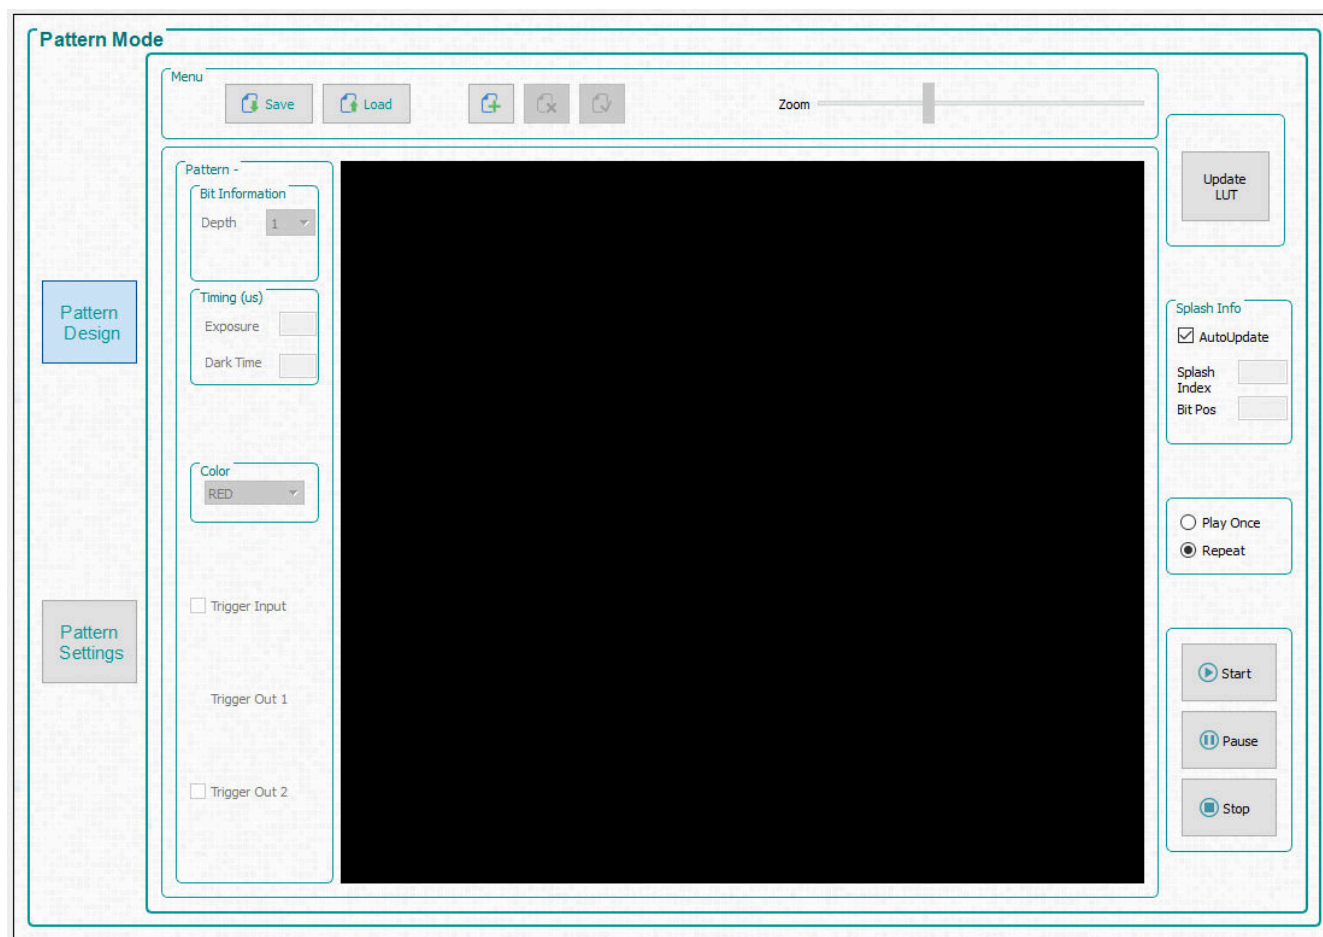

图 3-6. 图案模式设计面板
点击 GUI 顶部的 **Pattern Mode** 按钮以显示 **Pattern Mode** 面板，如图 3-6 所示。
2. 从 **Operating Mode** 编组框中勾选 **Pattern On-The-Fly Mode**，然后点击 **Pattern Design** 按钮，这样就会显示较大的黑色面板，如图 3-6 所示。
4. 在 *Operating Mode* 编组框中勾选 *Video Pattern Mode*，然后点击 *Pattern Design* 按钮，这样就会显示较大的黑色面板，如图 3-6 所示。